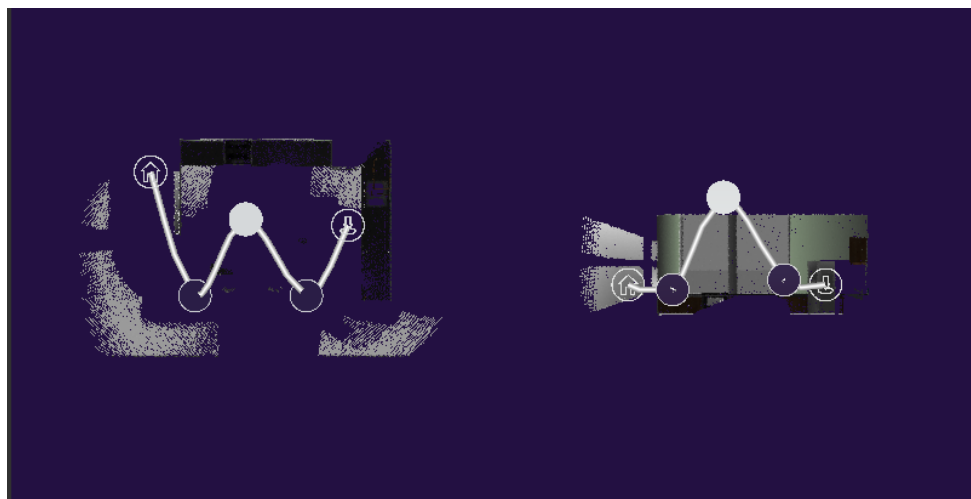

Figura 32. Se selecciona un punto clave y se arrastra a otra posición
3. El usuario puede alternar ambas vistas: Superior y Lateral. Ver la Figura 32.